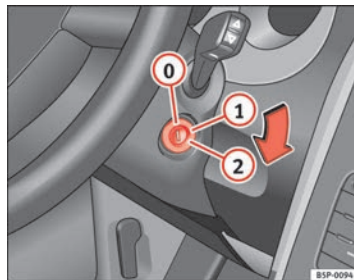

Fig. 138 Posiciones de la llave de contacto
En esta posición ⇒ fig. 138 el encendido y el motor están desconectados pudiéndose bloquear la dirección.
- Gire la llave de contacto hasta la posición ⇒ **página 174, fig. 138 ①**. El testigo  se encenderá en caso de precalentamiento del motor.
- En cuanto se apague el testigo, gire la llave de encendido a la posición **②** para poner en marcha el motor y no pise el acelerador.
- Gire la llave de contacto a la posición ⇒ página 174, fig. 138 .